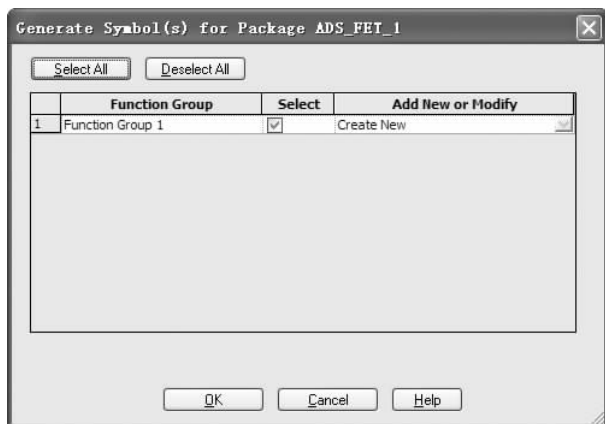

图 2-93 “Generate Symbol (s) for Package” 对话框
1. 选择“Package Pin”选项卡，在“Physical Pins”栏中，单击 **Generate Symbol(s)** 按钮，将弹出“Generate Symbol (s) for Package”对话框，如图 2-93 所示。